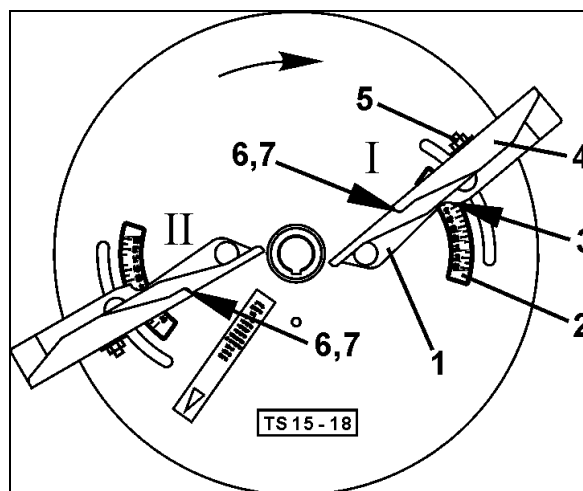

Fig. 66
1. Sett avlesekanter (Fig. 66/7) til vingen "I" på bokstavverdi "B" og skru fast den ytre vingedelen. Drei vingen "I" til tallverdien "51" og skru den fast.
2. Sett avlesekanter (Fig. 66/7) til vingen "II" på bokstavverdi "E" og skru fast den ytre vingedelen. Drei vingen "II" til tallverdien "42" og skru den fast.